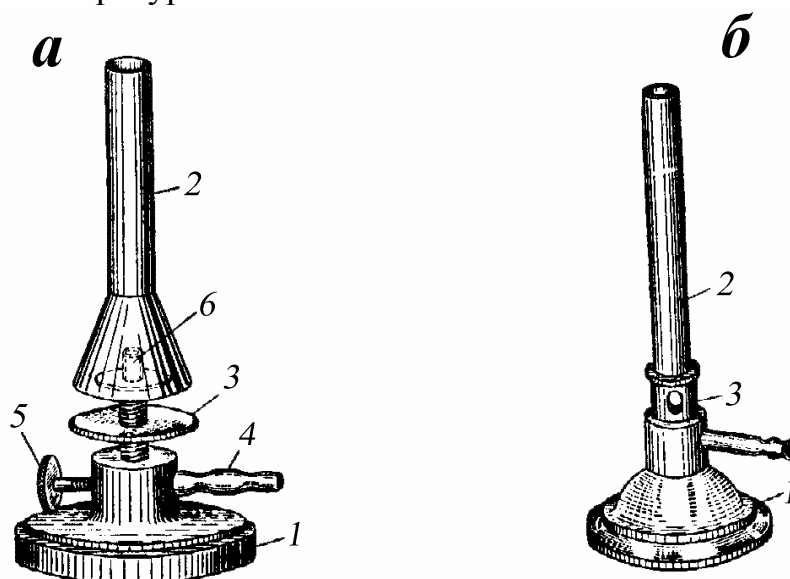

Рис. 1. Лабораторные газовые горелки:
В лабораториях обычно пользуются газовыми *горелками Теклю* (рис. 1, а) или *Бунзена* (рис. 1, б). *Горелка Теклю* состоит из подставки (1), на которой укреплены трубка (2) и диск (3). Газ в горелку поступает через отросток (4), соединяющийся с газовым краном резиновым шлангом. Газ в трубку горелки из отростка (4) поступает через трубочку (6), а в щель между диском (3) и нижней конической частью трубки поступает воздух, который смешивается с газом в длинной трубке (2). В зависимости от количества подаваемого воздуха изменяется и степень сгорания газа, а следовательно, и температура пламени.